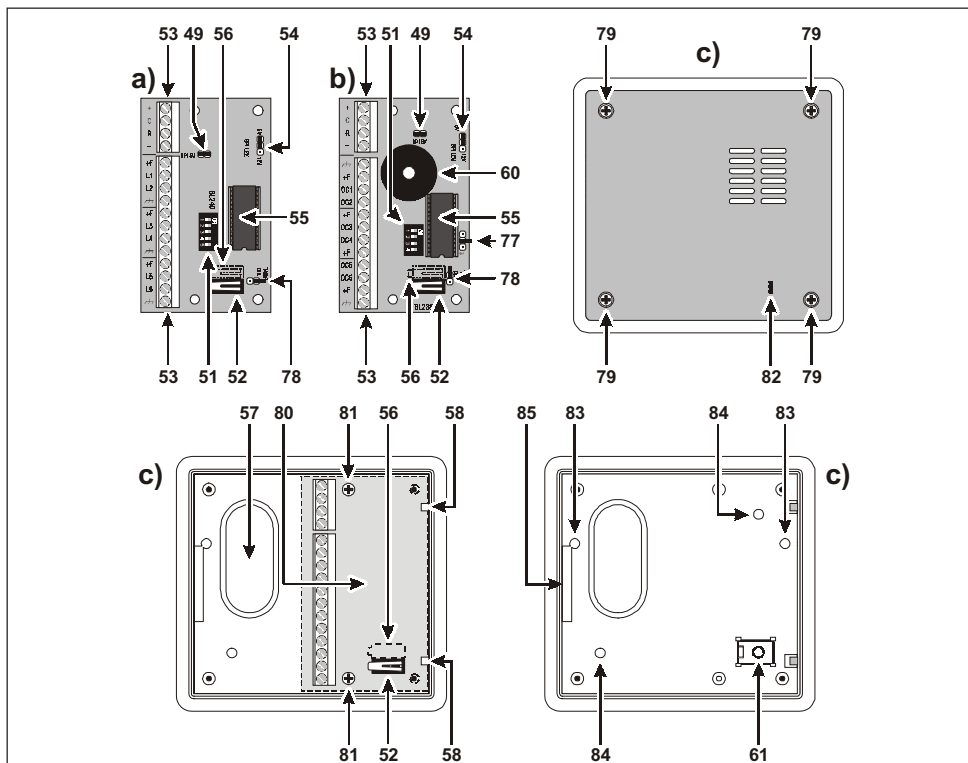

Fig. 1.6 - Espansione di Ingresso M-IN/6 (a), di Uscita M-OUT/6 (b) e contenitore dedicato (c)
5. Riposizionare la scheda elettronica dell'Espansione (vedi Fig. 1.6) bloccandola sotto i ganci di ritegno [58] e fissandola con le due viti [81] in dotazione